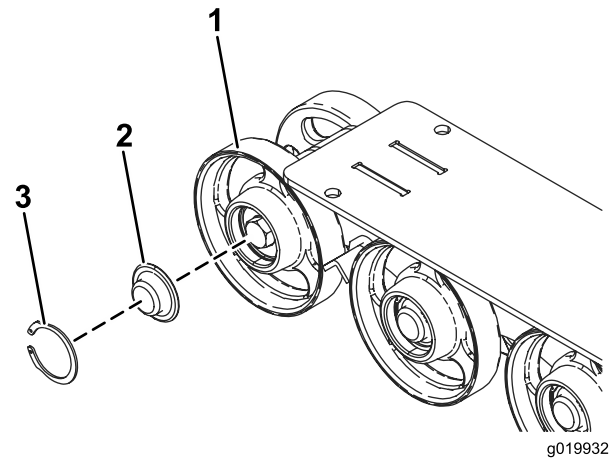

Figura 51
3. Retire la anilla a presión y el tapón de una de las ruedas de rodaje (Figura 51).
4. Compruebe la grasa que hay debajo del tapón y alrededor de la junta (Figura 51). Si está sucia, tiene arenilla o queda poca grasa, elimine toda la grasa, cambie la junta, y añada grasa nueva.
6. Coloque el tapón engrasado sobre la cabeza del perno (Figura 51).
7. Sujete el tapón de la rueda de rodaje con la anilla a presión (Figura 51).